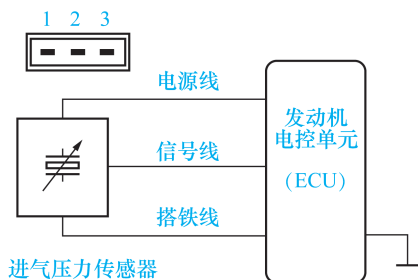

图 1-7 有源传感器电路
a. 有源传感器电路。大多数传感器需要由电控单元提供基准电压(一般为 5V)作为其电源才能正常工作, 这类传感器称为有源传感器。如图 1-7 所示, 有源传感器的连接线一般分为电源线、信号线和搭铁线。其中电源线、信号线一般与电控单元连接, 而搭铁线可经电控单元搭铁, 也可直接搭铁。